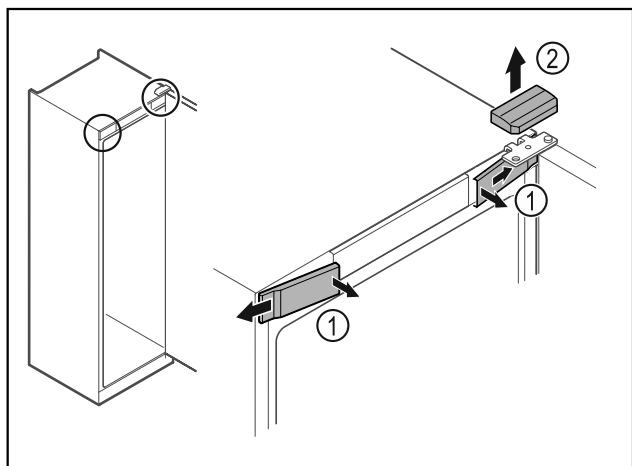

Fig. 10
- ▶ Wyczepić przednie osłonki Fig. 10 (1) i odchylić w bok.
- ▶ Górną osłonkę Fig. 10 (2) zdjąć w górę.